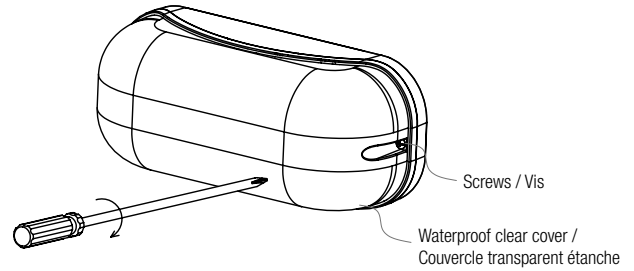

Figure 1
1. Use Philip screwdriver loose 2 screws and remove waterproof clear cover(see Fig 1).
1. À l'aide d'un tournevis Philip, desserrez les 2 vis et retirez le couvercle transparent étanche (voir Fig. 1).